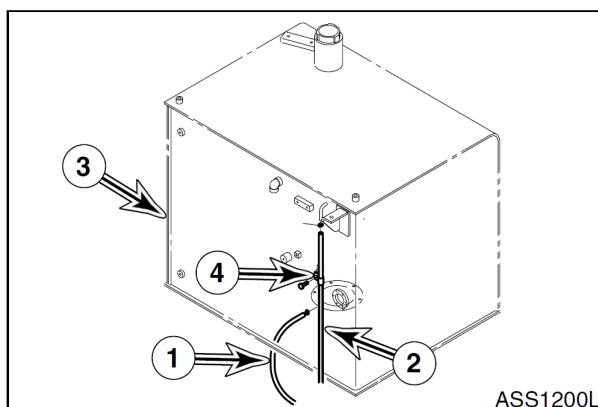

Рис. 7
14. Пометить и отсоединить подающий топливопровод (1, рис. 7) и обратный топливопровод (2) от топливного бака (3) и осторожно слить остатки из топливопроводов.
15. Снять зажим (4, рис. 7), которым обратный топливопровод (2) крепится к баку (3).